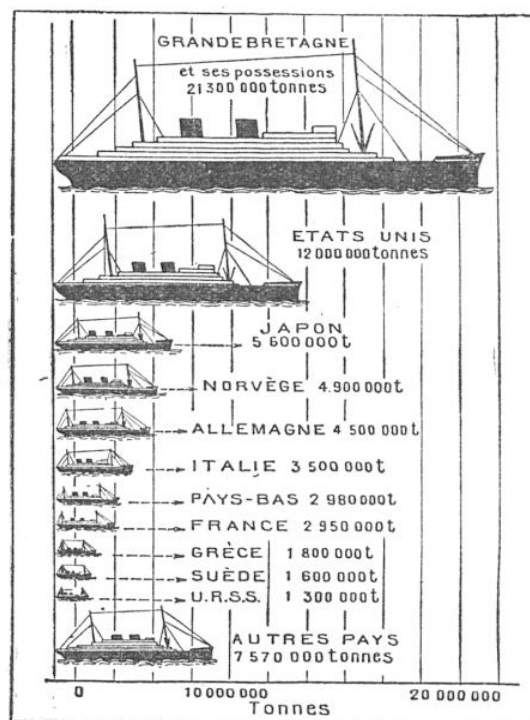

FIG. 2. — RÉPARTITION DU TONNAGE DE LA FLOTTE MARCHANDE MONDIALE ENTRE LES GRANDES PUISSANCES MARITIMES EN JANVIER 1939
De 1914 à 1939, l'Empire britannique et la France n'ont accru que de très peu leurs tonnages (1), tandis que le Japon a augmenté le sien de 328 %, l'Italie de 216 %, les Etats-Unis de 222 %, la Hollande de 207 % et la Norvège de 152 %. Seule, l'Allemagne a marqué un recul, dû à sa défaite pendant la précédente guerre. Néanmoins, comme le montre la figure 2, elle occupait, en 1939, le cinquième rang pour le tonnage
(1) 21,2 millions de tonnes contre 21,0 millions pour l'Empire britannique ; 2,9 millions de tonnes contre 2,3 millions pour la France.